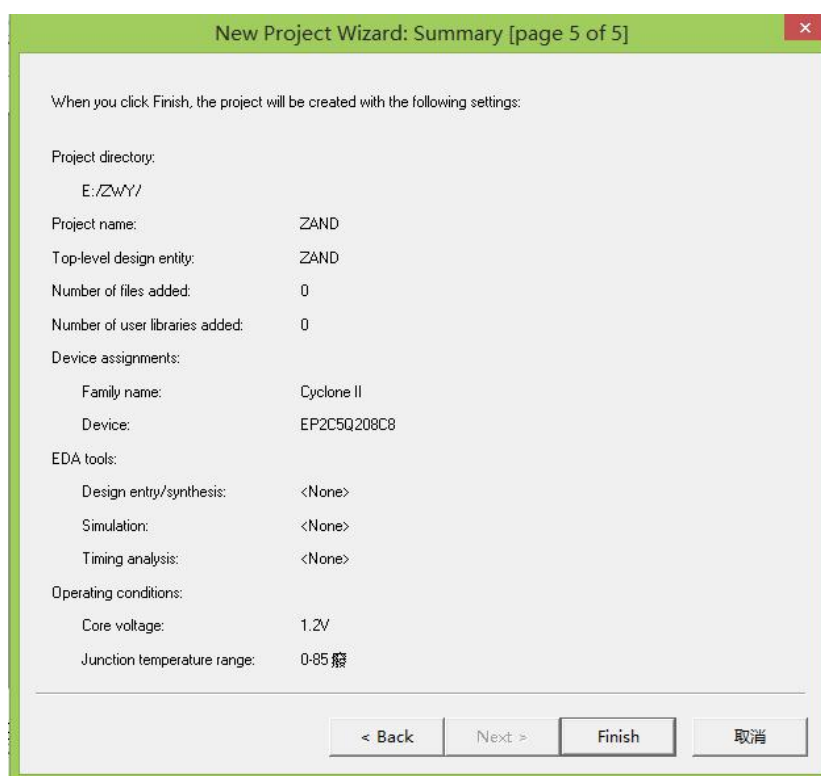

图 1-2-6 创建工程总结
(3) 工程总结。图 1-2-6 工程设置情况总结，包括工程文件夹位置、工程名和顶层实体名、器件类型、综合器与仿真器选择等。设计人员在此可检查设置是否符合要求。若无问题，点击“Finish”结束工程的创建。若有不符合要求的情况，可点击“Back”退回修改。